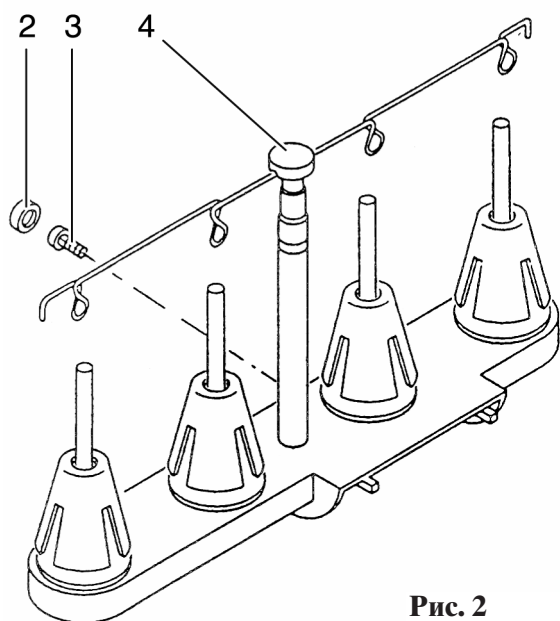

Рис. 2
- Снимите пластмассовый колпачок (рис. 2).